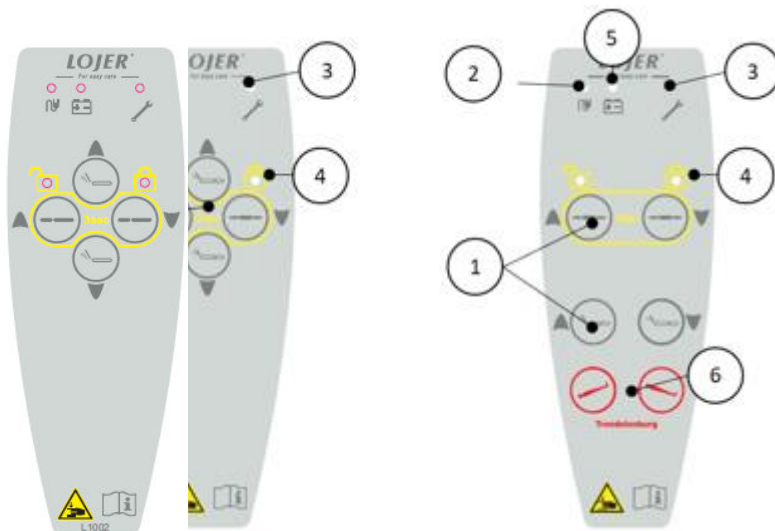

Abbildung 2.1: Handschalter (Modell 4050X M)
Der Tisch kann mit einem Akku ausgestattet sein (der Akku ist bei der Trendelenburg-Option immer enthalten). Der Akku darf nur vorübergehend verwendet werden, z. B. bei Stromausfall. Die Akkuanzeige-LED des Modells 4050X M (Abbildung 2.1 (5)) leuchtet, wenn das Gerät im Akkubetrieb ist. Beim Laden blinken die Anzeige-LEDs langsam (Abbildung 2.1 (2 und 5)). Das Gerät sollte an das Stromnetz angeschlossen sein, wenn die LED der Akkuanzeige blinkt und während der Einstellungen ein Tonsignal zu hören ist.
Die Akkuanzeige-LED des Modells 4050X F (Abbildung 2.1 (6)) leuchtet, wenn das Gerät im Akkubetrieb ist. Beim Laden blinken die Anzeige-LEDs langsam (Abbildung 2.1 (6 und 7)). Das Gerät sollte an das Stromnetz angeschlossen sein, wenn die LED der Akkuanzeige blinkt und während der Einstellungen ein Tonsignal zu hören ist.